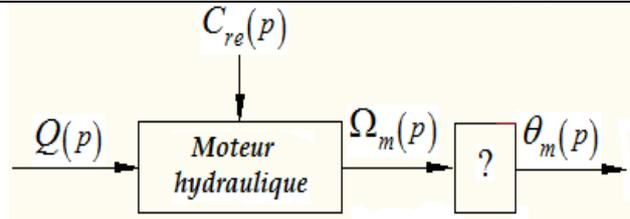

Figure 14
**Question 4 -1 :** En considérant les conditions initiales nulles, écrire les deux équations (1) et (2) dans le domaine de Laplace.
**Question 4-2 :** A partir de la question précédente et de la **figure 14** ci-contre **tracer** le schéma bloc du moteur hydraulique.